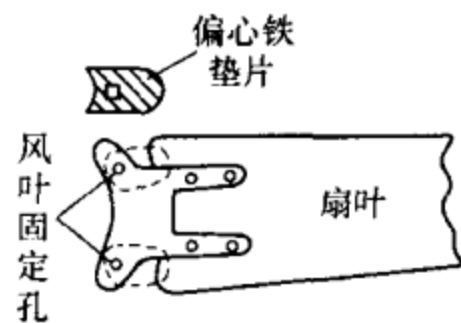

图 2-62 垫片形状及安装位置示意图
(1) 用两片专门制作的铁垫片加在轻叶片的两个固定孔上面，如图 2-62 所示。加工的每片铁垫片的重量大约是轻叶片与重叶片重量差值的 1.5 倍。因为此时铁垫片固定位置对于以悬挂点为固定转动轴计算力臂大约是铁垫片在风